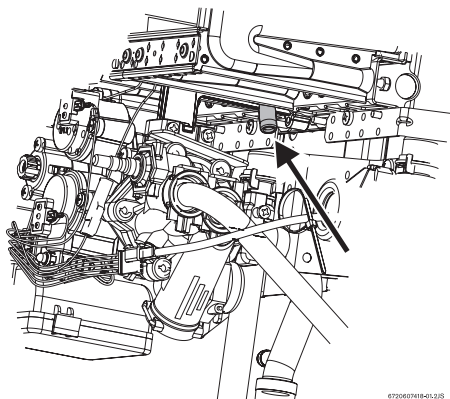

Fig. 13 Ponto de medição de pressão
- Desapertar o parafuso obturador (Fig. 13).